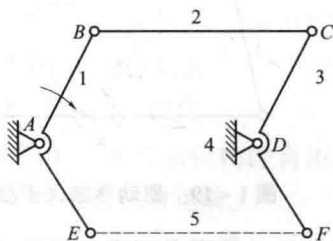

图 1-14 两点间的距离不变引入虚约束
②机构运动时, 如果两构件上两点间的距离始终保持不变, 将此两点用构件和运动副连接, 则会引入虚约束, 如图 1-14 所示。